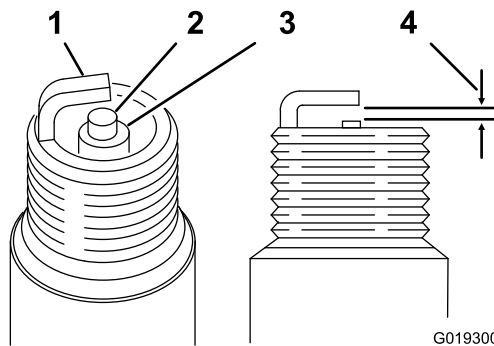

图44
5. 对于每个火花塞，将中心电极与侧电极之间的空隙设置为 0.76mm；请参阅（图44）。安装每个已设定正确空隙、带密封垫片的火花塞，并将火花塞拧紧至 22N·m。